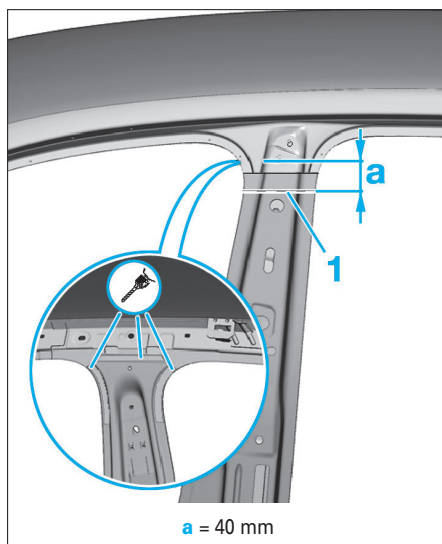

FIG. 46
- Tracer puis découper le renfort en (1) (Fig.46).